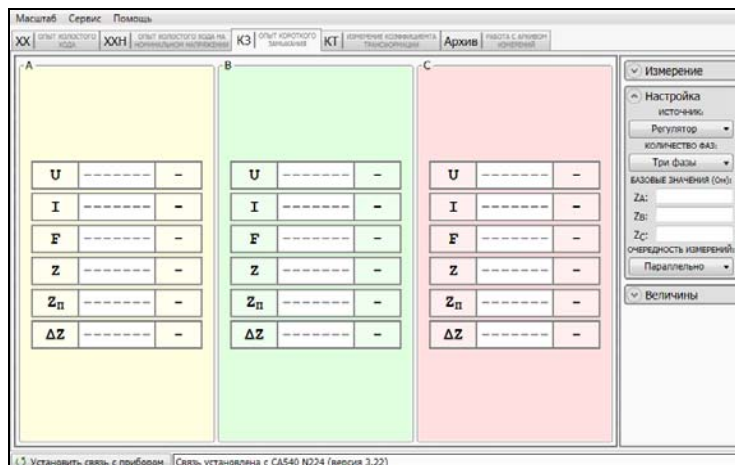

Рисунок 7.21
4) Перейти на вкладку  "Опыт короткого замыкания", для чего щелкнуть по ней. Развернуть поле "Настройка" (рисунок 7.21), щелкнув по кнопке  "Настройка".
5) Выбрать вариант источника питания, для чего в подразделе "Источник:" в поле "Настройка" (рисунок 7.21) раскрыть выпадающий список и выбрать из него "Внешний" (при использовании регулируемого источника) или "Регулятор" (при использовании источника с плавной регулировкой напряжения).
7) Ввести базовые значения сопротивления короткого замыкания Z_A , Z_B , Z_C (для однофазного трансформатора – Z_A) или значения, полученные при проведении предыдущего опыта короткого замыкания (далее – КЗ), для чего, предварительно щелкнув в соответствующей строке поля "Базовые значения, Ом" (рисунок 7.21), ввести значения с помощью клавиатуры.
новременно для всех фаз), для чего щелкнуть по кнопке в подразделе "Очередность измерений" в поле "Настройка" и из выпадающего списка выбрать нужный вариант (рисунок 7.21).
9) Свернуть поле "Настройка", для чего щелкнуть по кнопке  "Настройка" (рисунок 7.21).